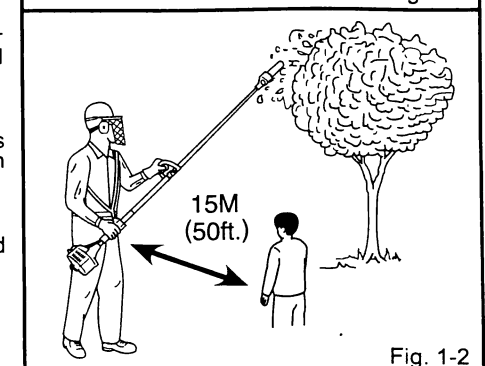

Fig. 1-2
- Spectator and fellow workers must be warned, and children and animals prevented from coming nearer than 15M (50ft.) while the pole trimmer is in use. (Fig.1-2)
- Always wear head protection with full face shield to help protect against falling branches and debris. (Fig.1-2)
- Man soll die Zuschauer und die Mitarbeiter warnen. Die Kinder und die Tiere sollen vom Kommen näher als 15 Meter (50 Fuss) abgehalten werden, wann die Stangenäusästwerkzeug verwendet wird. (Fig.1-2)
- Man soll immer ein Kopfschuttmittel mit einem vollkommenen Gesichtsschutzschild tragen, um sich gegen fallende Zweige und Trümmer zu beschützen. (Fig. 1-2)
venir plus proche de 15 mètres (de 50 pieds) lors de l'utilisation de l'émondoir à perche. (Fig.1-2)
- Il faut porter toujours un protecteur de tête muni d'un masque de sécurité au complet pour pouvoir assurer la protection contre des branches et des débris tombés. (Fig. 1-2)
- Si deve avvertire del pericolo gli spettatori ed i compagni di lavoro. Si deve impedire i bambini e gli animali di approssimarsi di meno di 15 metri (di 50 piedi) quando si fa uso del potatore a pertica. (Fig. 1-2)
- Portare sempre un protettore di testa con uno schermo di faccia integrale per assicurare la protezione contro i rami ed i detriti cadenti. (Fig. 1-2)
- Hay que avisar a los espectadores y a los compañeros de trabajo. Hay que impedir que niños y animales puedan llegar más cerca de 15 metros (de 50 pies) mientras que se emplea la recortadora de pértiga. (Fig. 1-2)
- Llévese siempre casco protector puesto con cubierta protectora de cara integral para proteger al usuario contra ramas y desechos que caen. (Fig. 1-2)
- Eventuella åkådare och medarbetare skall varnas, och barn och husdjur skall hindras från att komma närmare än 15 meter medan stångtrimmaren används. (Fig. 1-2)
- Använd alltid skyddshjälm och ansiktsskärm som skydd mot fallande grenar och skräp. (Fig. 1-2)